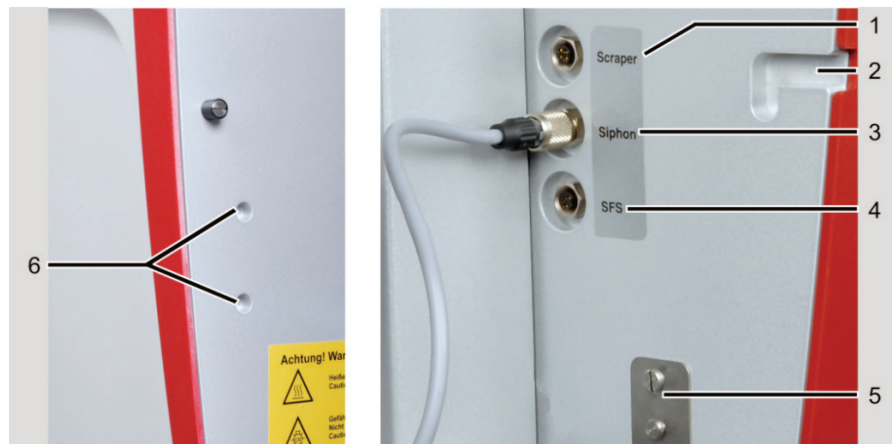

Abb. 41 Anschlüsse an den Probenraumwänden
7. Stecker des Siphon-Sensors in den Anschluss in der rechten Probenraumwand stecken (3 in Abb. 41 S.67).
1. Probengeber in die entsprechenden Aufnahmen des Probenraumes (2, 6 in Abb. 41 S.67) einhängen.